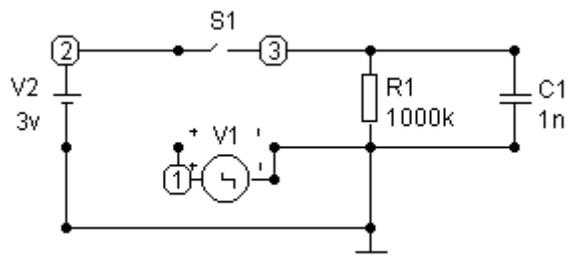

Рис. 36
1. В программе MicroCAP проведите исследование свободных процессов в цепи первого порядка, рассмотренной в лабораторной работе №9, с помощью модели, представленной на рис. 36.